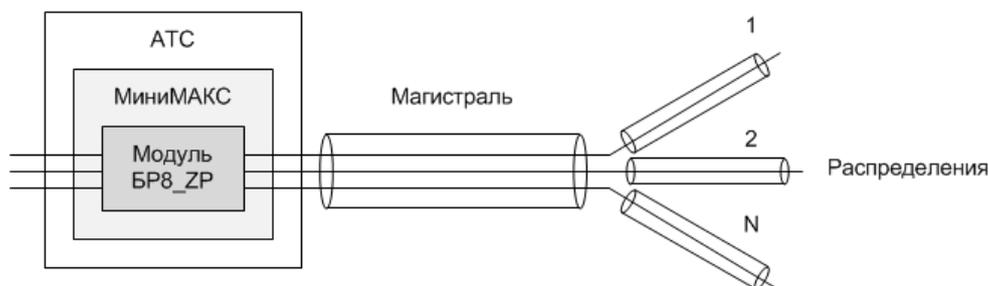

Рис.6.2. Схема группового контроля магистрального и распределительных кабелей
6.6. Если необходимо контролировать также и распределительный кабель, то в контролируемой цепи будут два участка – магистральный и распределительный. При контроле одиночного распределительного кабеля невозможно однозначно определить, на каком из двух участках произошел обрыв. Но это можно сделать при использовании возможностей ПО и, особенно, достаточном количестве установленных БР8_ZP. Принцип этого в следующем. На некий магистральный кабель приходится N распределительных кабелей (рис. 6.2). Если под контроль взято несколько абонентских пар в разных распределительных кабелях, но выведенных из одного магистрального кабеля, то при обрыве распределительного кабеля будет сигнал только со входов БР8_ZP, соответствующих данному распределительному кабелю. При обрыве же магистрального кабеля возникнут сигналы сразу от нескольких групп входов. ПО позволяет объединять сигналы от отдельных входов БР8_ZP в произвольные группы и, тем самым, обеспечить основу формирования сигнала «Обрыв магистрального кабеля».